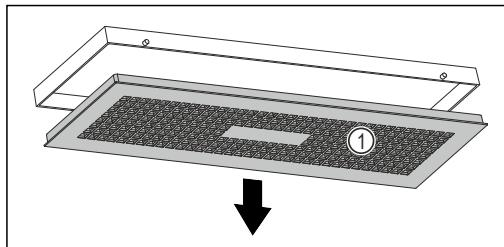

Fig. 106
- Медленно поверните водяной блок вниз, удерживая при этом крышку Fig. 106 (1).
- Снимите крышку Fig. 106 (1).